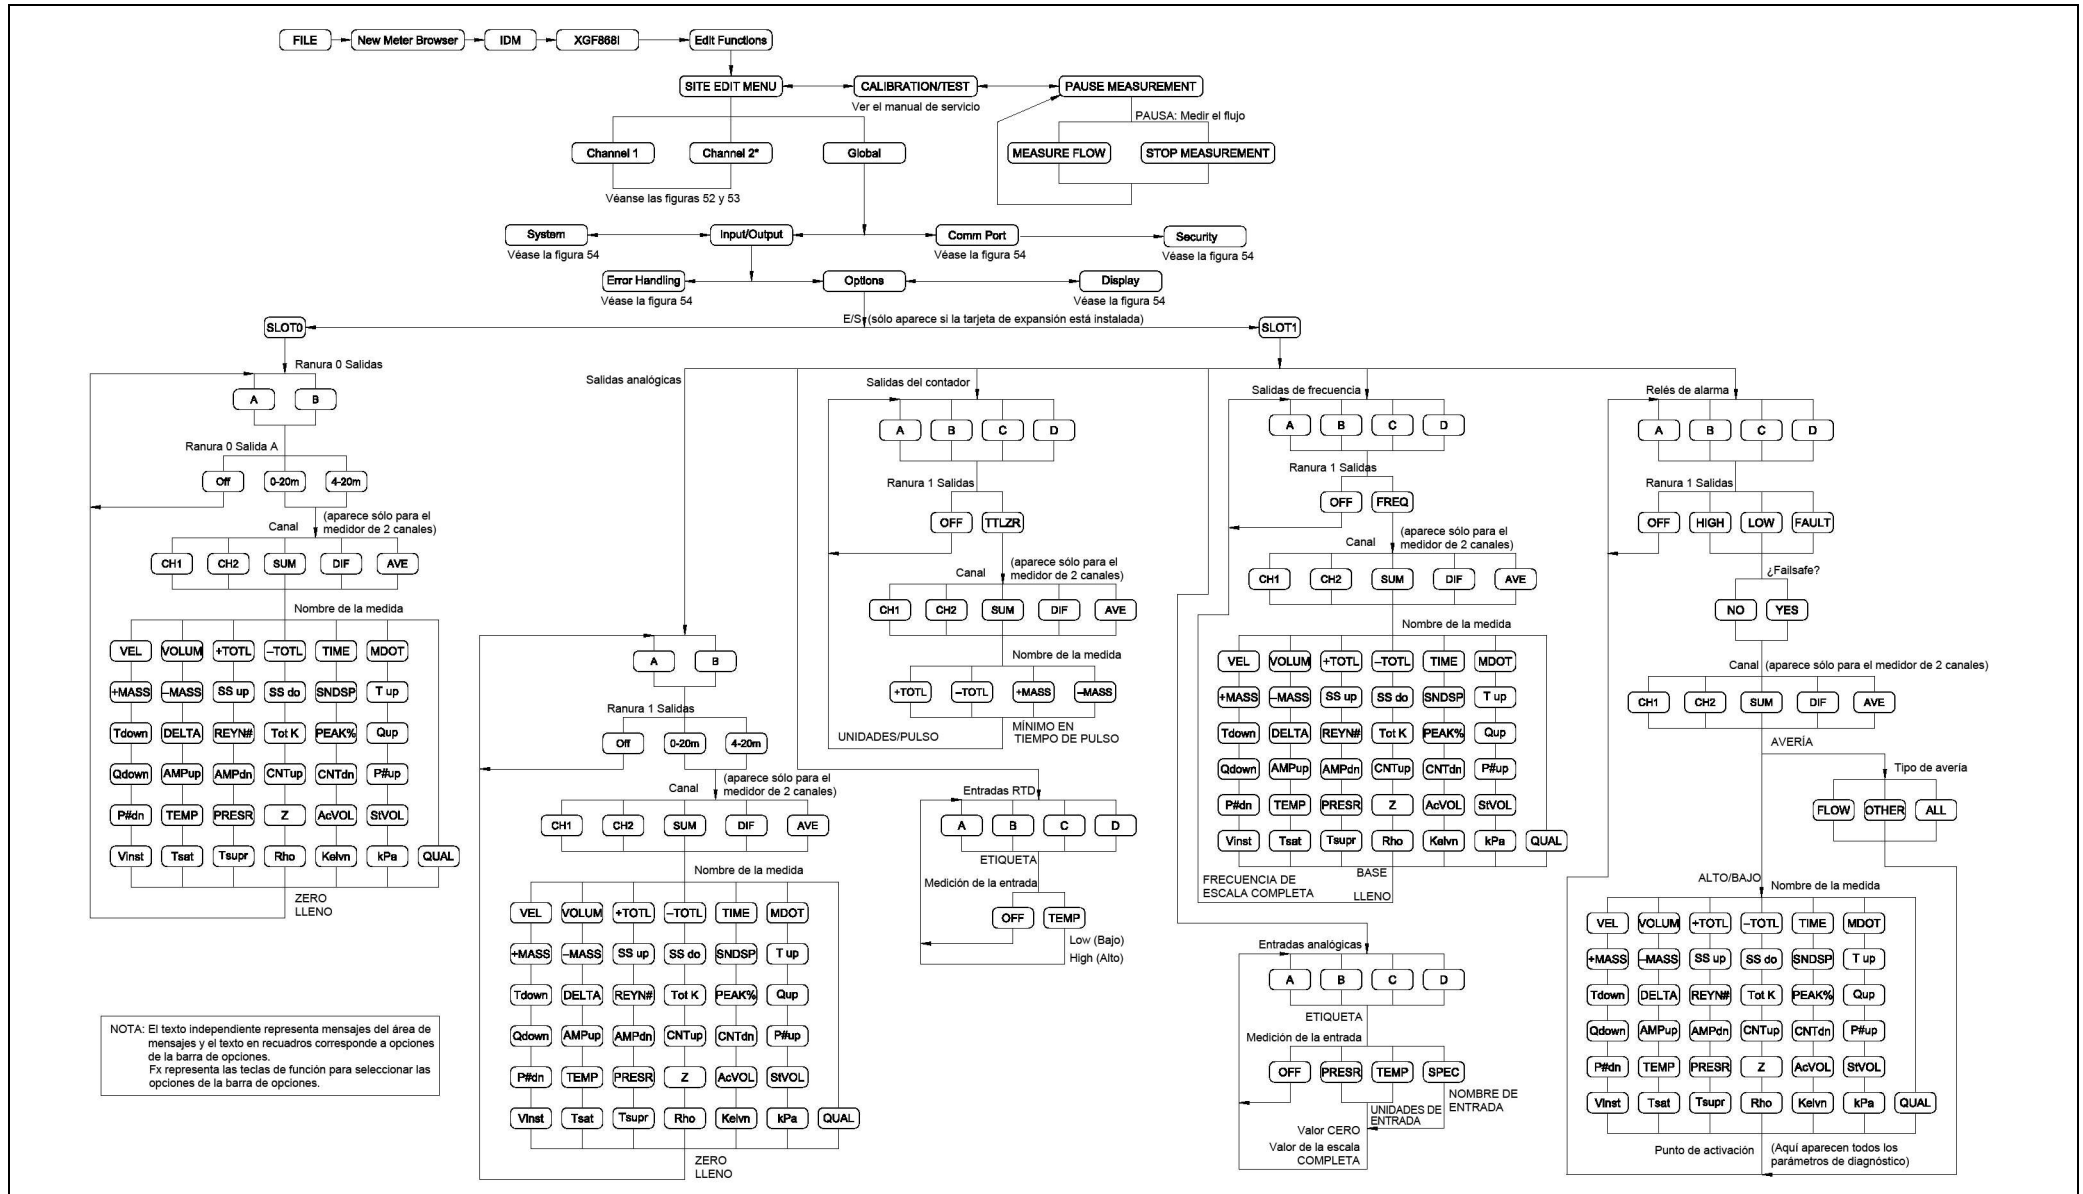

Figura 58: PanaView PROG > GLOBL > E/S > Menú OPCIONES
- Figura 58, "PanaView PROG > GLOBL > E/S > Menú OPCIONES", en la página 110